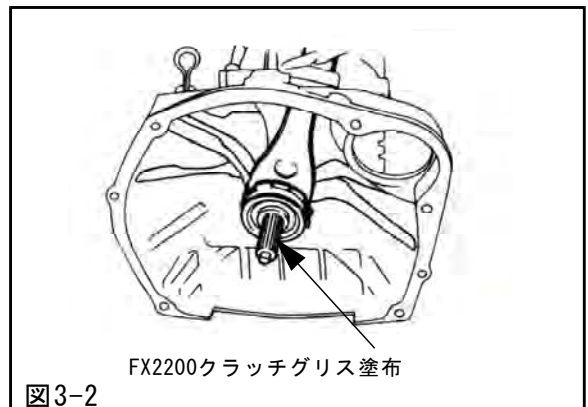

図3-2
- (2) トランスミッションのメインドライブシャフトのスプライン部にFX2200を適量塗布した後、キット内のディスクAssyをスプライン部分にはめ込んで前後にスライドさせ、均等に伸ばしてください。(図3-2)